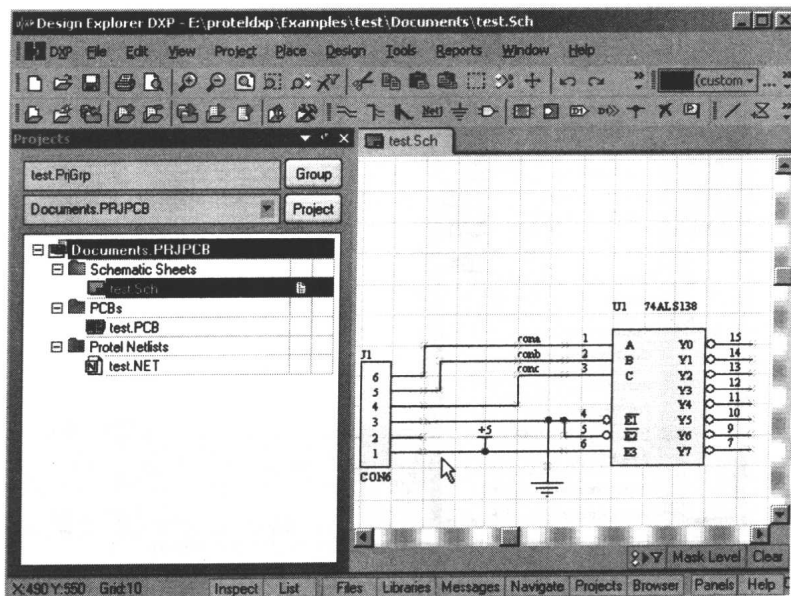

图 1-8 打开 Protel 99 的数据库文件 test.ddb
(2) 在双击 Protel 99 的数据库文件 test.ddb，单击 Yes 按钮后会出现如图 1-8 所示的结果。